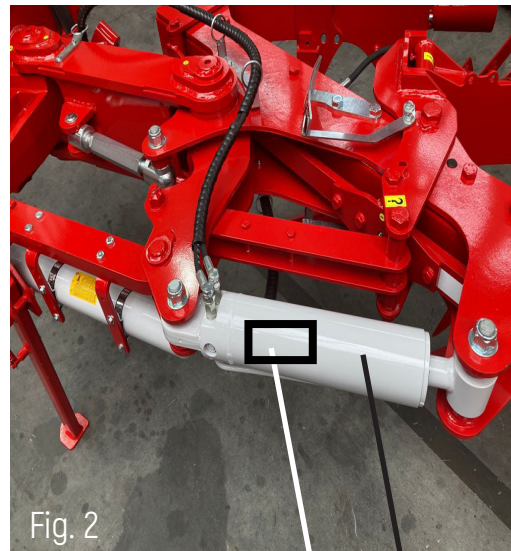

Fig. 2
En los modelos OVLAC XP se puede ajustar el ancho de labor, dependiendo de las necesidades, en 4 posiciones distintas en pasos de 2" (5 cm). Las posiciones 1 y 4 corresponden a las posiciones mínimo y máximo respectivamente (Fig.3). Posteriormente a un cambio en la anchura de labor del arado, deberá procederse a la regulación del talonamiento del arado mediante el cilindro con memoria (C) ajustando la medida de trabajo como se indica en la calcomanía X (Fig. 2) Procurando que la alineación de los cuerpos coincida con la dirección de la labor.